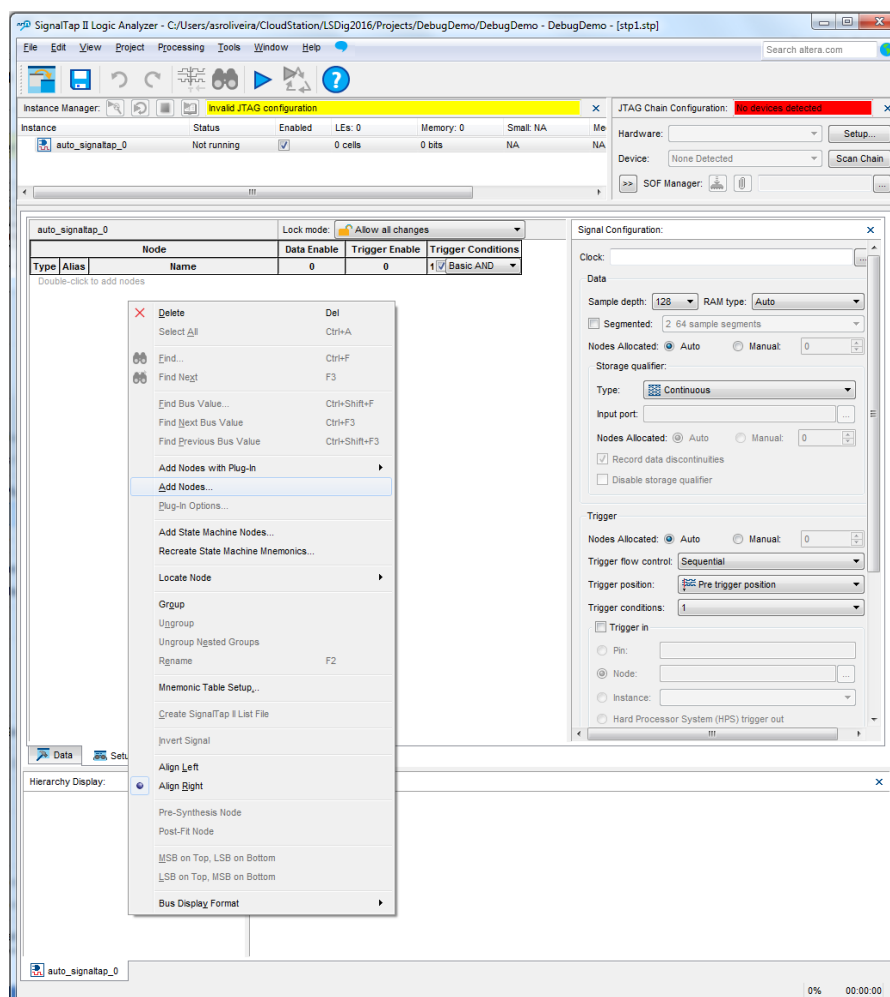
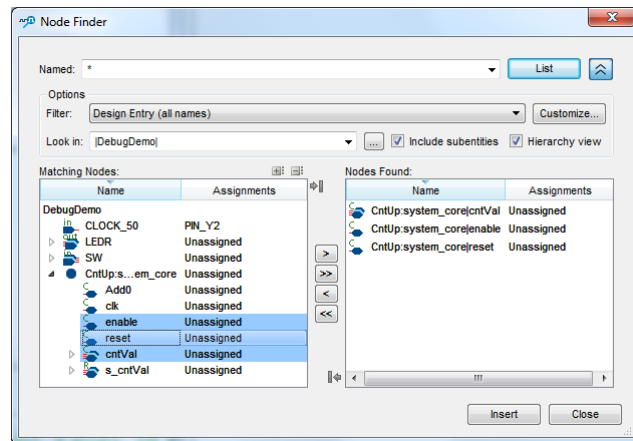

Figura 20 – Aspetto inicial da aplicação “SignalTap Logic Analyzer”.
Figura 21 – Portos do contador seleccionados (“reset”, “enable” e “cntVal”).
3. Após a criação do ficheiro do tipo *SignalTap Logic Analyzer File* é apresentada a aplicação da Figura 20, onde devem ser especificados os sinais que se pretende capturar e visualizar, o sinal de *clock* usado para estabelecer a frequência de amostragem dos sinais, o número de amostras capturadas e as condições que disparam a amostragem. A configuração destes parâmetros vai ser descrita nos próximos pontos.
4. O primeiro passo é a adição dos nodos (sinais e portos) do sistema que se pretende capturar. Para tal, deve ser seleccionada a opção “Add Nodes...” do menu acessível com o botão direito do rato na área “Setup” mostrada na Figura 20. Os portos a seleccionar para captura e visualização no analisador lógico são os apresentados na Figura 21. Selecione a opção “Design Entry (all names)” no parâmetro “Filter”.